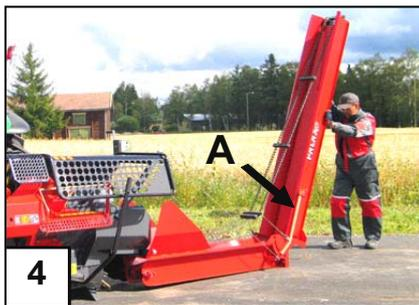

Abb. 4. Aufklappen des Förderers
## 2.6 Den Förderer in die Arbeitsstellung bringen, Abb. 4 und 5
5. Öffnen Sie die Sperre A (Abb. 4).